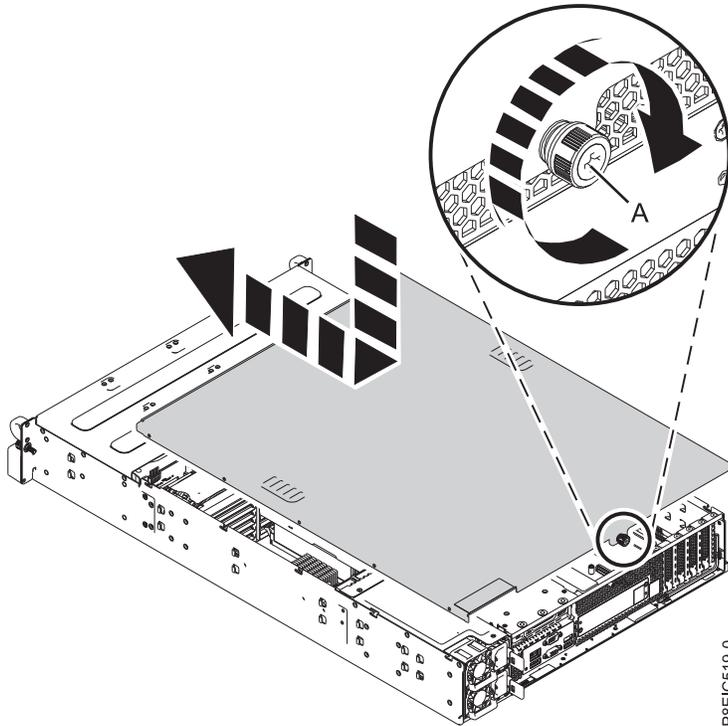

Figura 51. Substituindo a tampa de serviço
1. Coloque a tampa na unidade de sistema de forma que os pinos de alinhamento na tampa sejam alinhados aos slots no chassi. Deslize a tampa para frente. Consulte a Figura 51 na página 82.
2. Prenda a tampa com o parafuso da tampa (A). Consulte a Figura 51 na página 82.